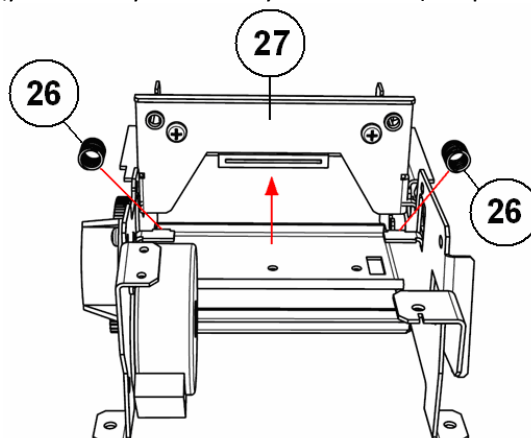

Рисунок 23. – Печатающая головка вынута из пазов узла печати
- ◆ Выньте печатающую головку из пазов узла печати (см. рис. 23, поз 27);